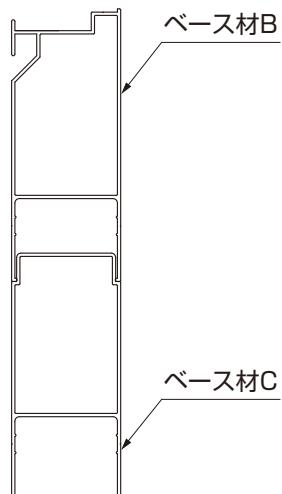

図2-24
- ベース材には種類があります。(図2-23、図2-24、図2-25参照)